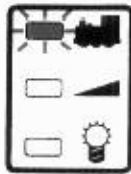

Bild 27
1. Schritt: Taste "F" auf der Haupttastatur der Zentrale drücken (im rechten Anzeigefeld blinkt die obere Leuchtdiode, dazu erscheint der Buchstabe "F" im mittleren Anzeigefeld/Bild 27).